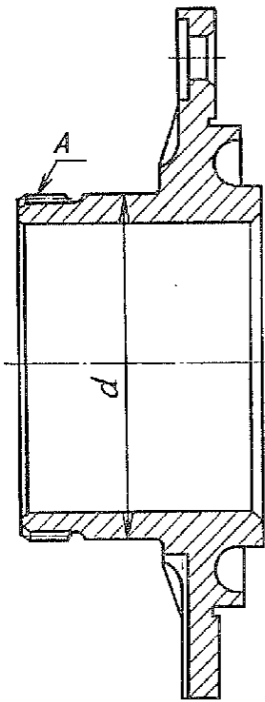

Рис. 176. Крышка коробки дифференциала
2.5. Крышка коробки дифференциала (рис. 176)